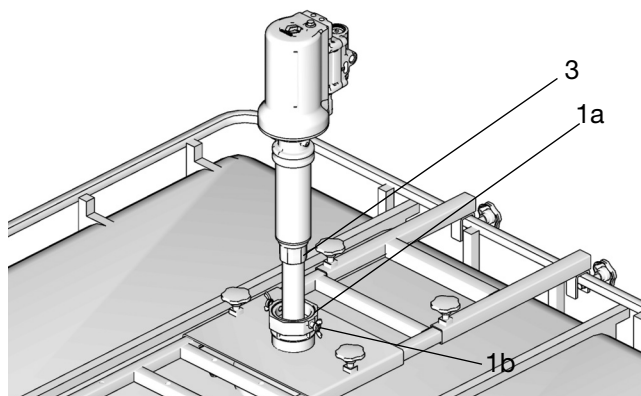

ABB. 11
Die BSPP-Modellen verbinden sich dicht mit dem Filter am Pumpeneinlass; daher ist der Einsatz einer Gewindedichtung hier nicht erforderlich. Bei diesen Modellen muss lediglich das Ansaugrohr bzw. der Ansaugschlauch (3) im Gehäuse am Pumpeneinlass (1) installiert werden (ABB. 11).
3. Den Pumpen-Ansaugschlauch (3) durch den Spundadapter (1a) in den Behälter führen (ABB. 11). Die Pumpe durch Anziehen der Dichtungsschrauben (1b) fixieren (ABB. 11).